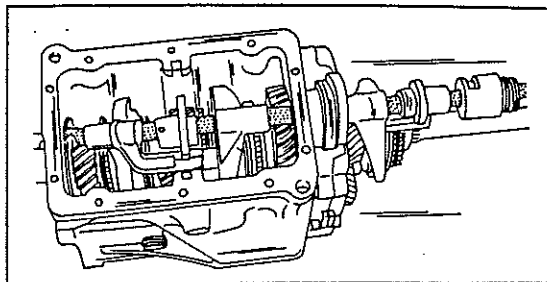

Bild 157
- Schaltstange und Schaltgabeln einbauen, Schalthülse, Schaltgabel für den 5. Gang, Schaltgabel für den 1./2. Gang, Schaltstifthalter mit Sperrplatte und Schaltgabel für den 3./4. Gang einsetzen. Dabei zur Schaltstange fluchtend ausrichten und die Schaltstange in das Gehäuse eindrücken. Schalthülse und Schaltstifthalter entsprechend zu den Schaltgabeln ausrichten. Die Schalthülse mit der kurzen Seite und den Schaltstiftfinger mit der langen Seite (mit Bohrung) nach vornweisend einsetzen. Bild 157 zeigt die eingebauten Schaltgabeln.